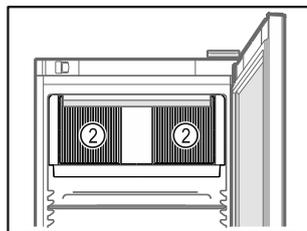

Fig. 72
- ❑ Тримати відкритою вентиляційну щілину Fig. 72 (2) вентилятора циркуляційного повітря у внутрішній камері.